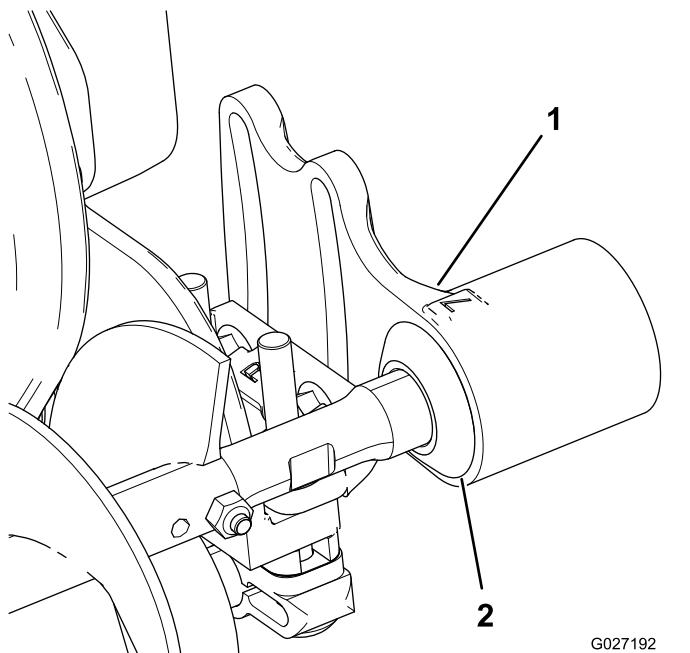

図7
- 各エクスクルーダシールを外側にずらし、シールのリップがそれぞれのベアリングハウジングに軽く接触するようにする図7。